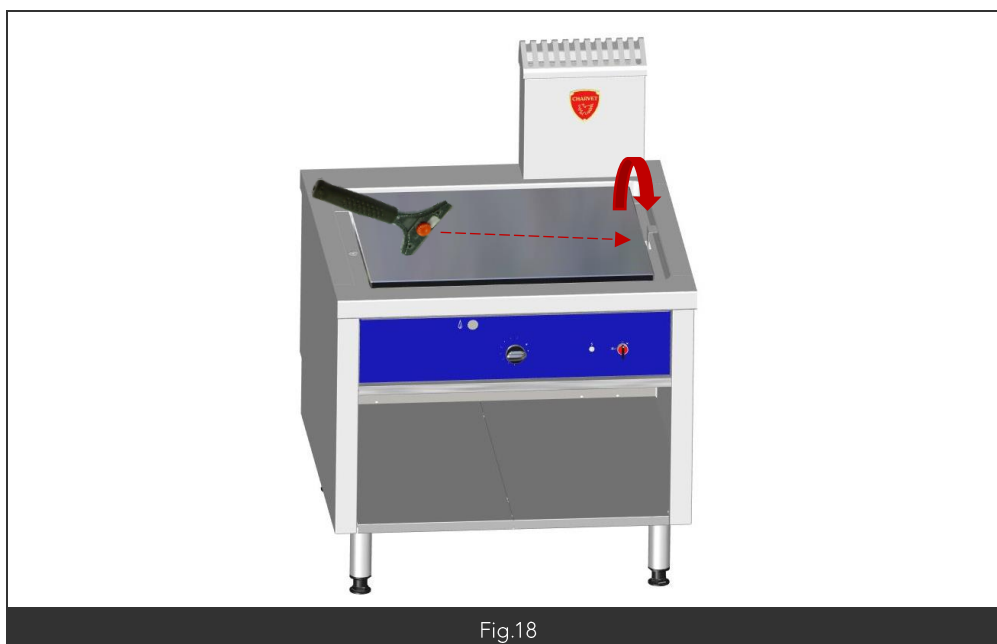

Fig.18
- Pour effectuer un grattage sur la plaque acier, positionner le grattoir à plat comme sur a figure18 ci-dessous.